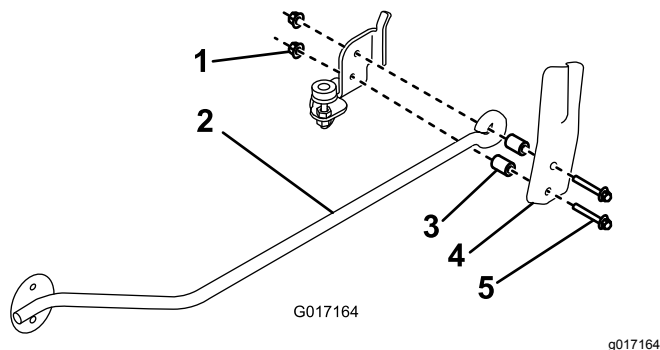

Figura 6
6. Monte un muelle y una varilla en el soporte del cepillo con 2 pernos (M6 x 40 mm), espaciadores y contratuercas (M6), tal y como se muestra en la Figura 6.